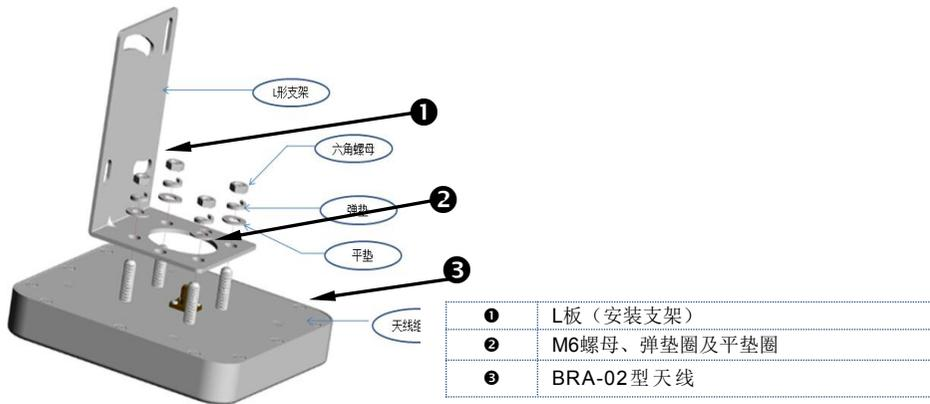

图3 BRA-02型天线安装总体图
1. 用“M6螺母及平垫片、弹簧垫片”将L板固定在天线上，见图3。